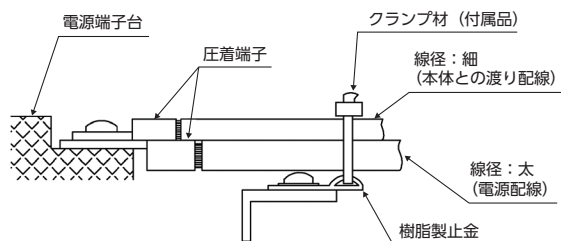

図8-6 電源端子台への電源配線と渡り配線の固定要領
- ・本製品は納品時に室外ユニットと本体を渡り配線している状態で納品しています。電源配線とこの渡り配線を1個の端子に接続する際は、圧着端子を背中合わせにして配線してください。その際、線径が細い渡り配線を上にして配線し、2本の配線を同時に付属のクランプ材で樹脂製止金に固定してください。（図8-6参照）